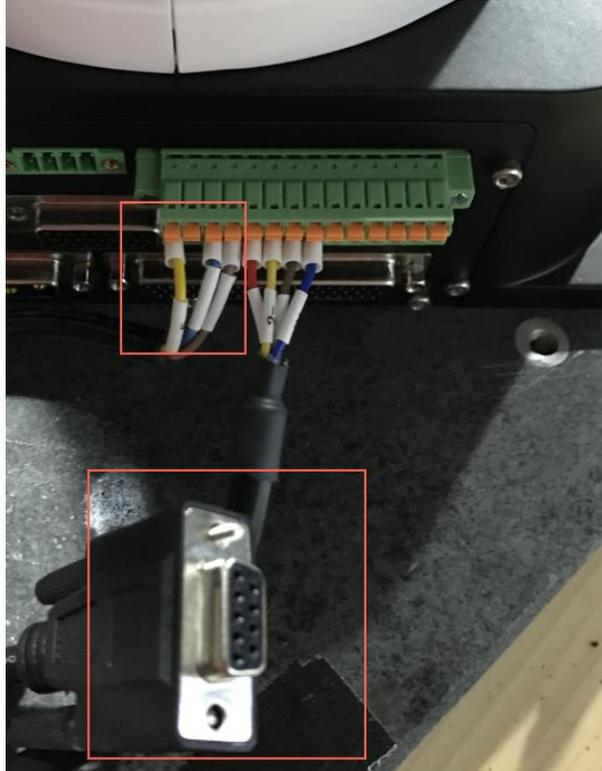

图 5.9 串口连接图
**步骤 1** 将USB转串口线的串口插入Dobot M1底座上的串口，如图 5.9红框中所示。